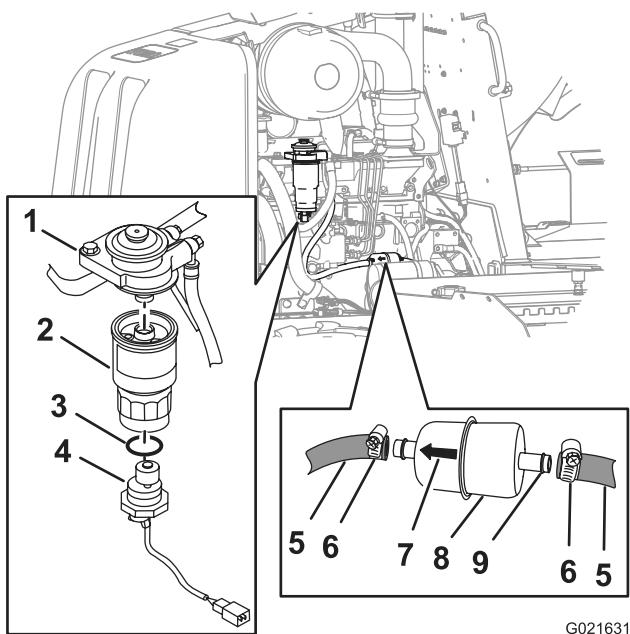

Figure 130
4. Desserrez les colliers et séparez le préfiltre des flexibles de carburant (Figure 130).
5. Alignez le préfiltre neuf sur les flexibles en dirigeant vers l'avant la flèche imprimée sur le filtre (Figure 130).
6. Enfilez les flexibles sur le raccord du préfiltre et serrez les colliers (Figure 130).
- C. Saisissez fermement l'élément filtrant secondaire et tournez le capteur d'eau dans le sens antihoraire, puis déposez le capteur d'eau (Figure 130).
- D. Saisissez fermement l'élément secondaire du filtre à carburant et tournez-le dans le sens antihoraire, puis déposez-le de l'adaptateur (Figure 130).
- Alignez l'élément secondaire neuf sur l'adaptateur (Figure 130).
- Alignez le joint torique neuf sur le capteur d'eau (Figure 130).
- Alignez le capteur d'eau au bas de l'élément secondaire (Figure 130).
- Saisissez fermement l'élément secondaire et tournez le capteur d'eau à la main dans le sens horaire jusqu'à ce qu'il soit serré (Figure 130).